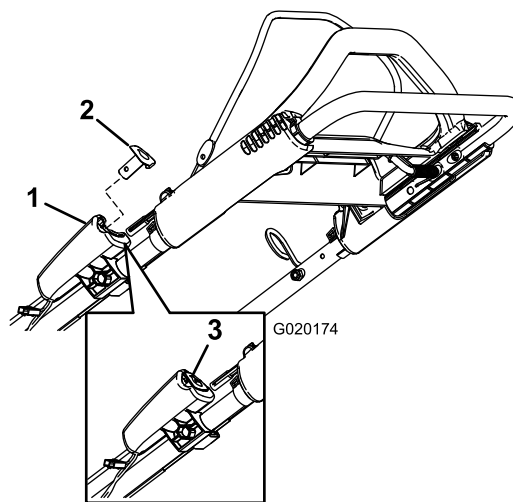
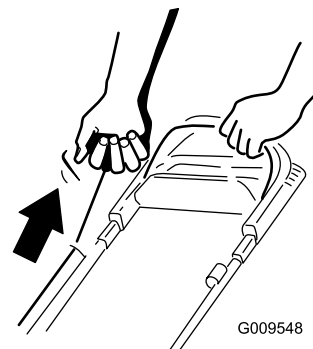

Figura 13
Figura 14
2. Presione el botón de arranque eléctrico (modelo de arranque eléctrico solamente; consulte Figura 13) o tire de la cuerda del arrancador de retroceso (Figura 14).
**Nota:** Si se ha retirado el botón de arranque eléctrico, introdúzcalo en el arrancador eléctrico; consulte Figura 13 (modelo de arranque eléctrico solamente).
**Nota:** Cuando tire del arrancador de retroceso, tire suavemente hasta que note resistencia; luego tire con fuerza (Figura 14). Deje que la cuerda vuelva lentamente al manillar.